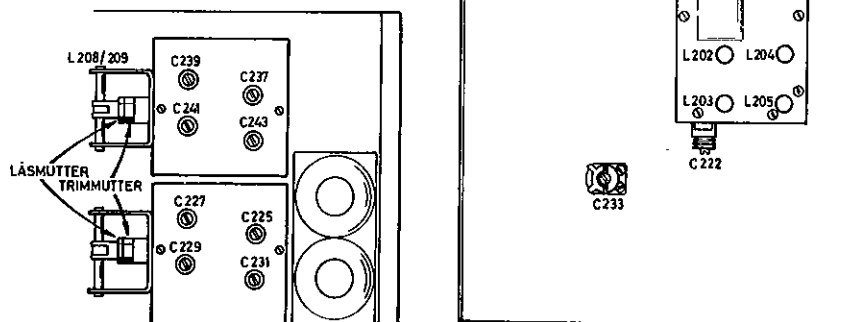

Bild 88. Sändarens trimpunkter
1. Trimma sändarens kretsar med ledning av nedanstående tabell samt bild 88.
1. Trimma sändarens kretsar med ledning av nedanstående tabell och bild 88.